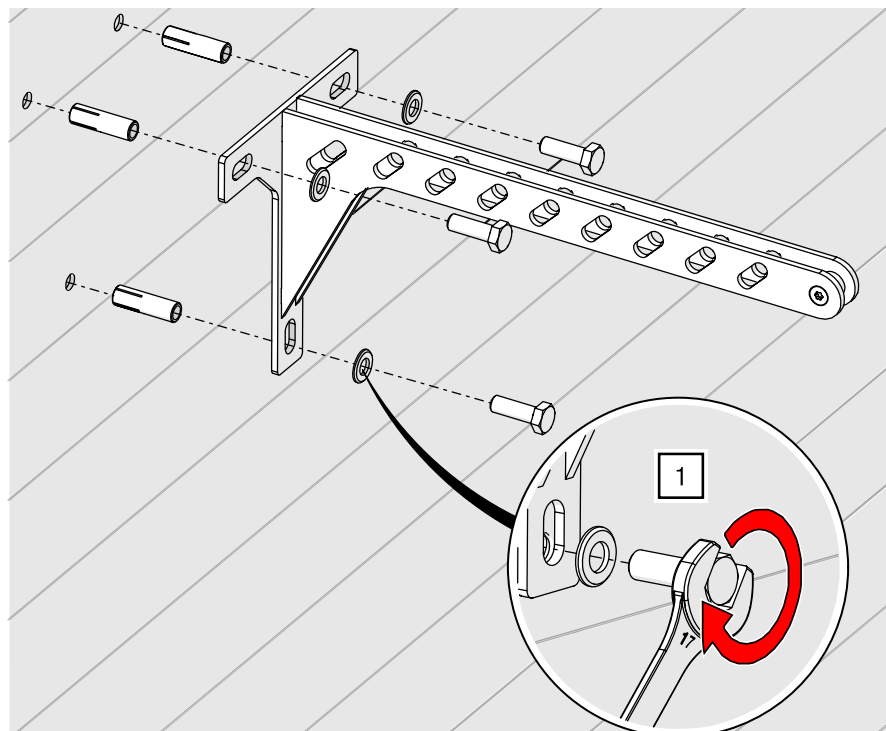

Abb. 55: Wandarm – An der Wand montieren
1. Verschrauben Sie den Wandarm mit für den Untergrund geeignetem Montagematerial an der Wand (Montage entsprechend Herstellerangaben; Beispiel Betonwand – siehe Abb. 55).